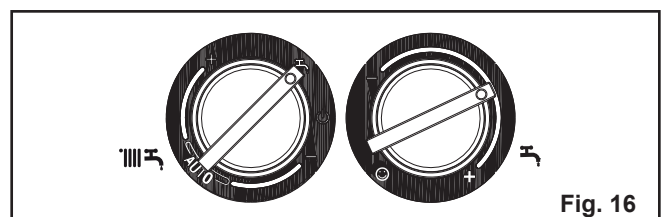
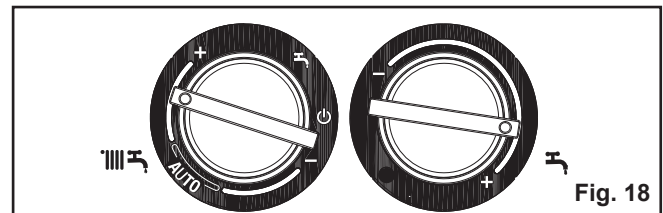

Fig. 16
Fig. 18
10. 第一次点火与调试 (Fig.7, Fig.16-Fig.18)
- 将模式选择旋钮置于夏季位置  (Fig.16);
- 将模式选择钮放于冬季位置 ( ); (Fig.18)